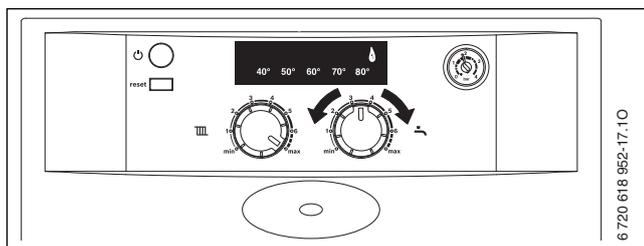

Fig. 35
- ▶ Tourner le sélecteur de température de départ chauffage  en position max. (→ fig. 35).